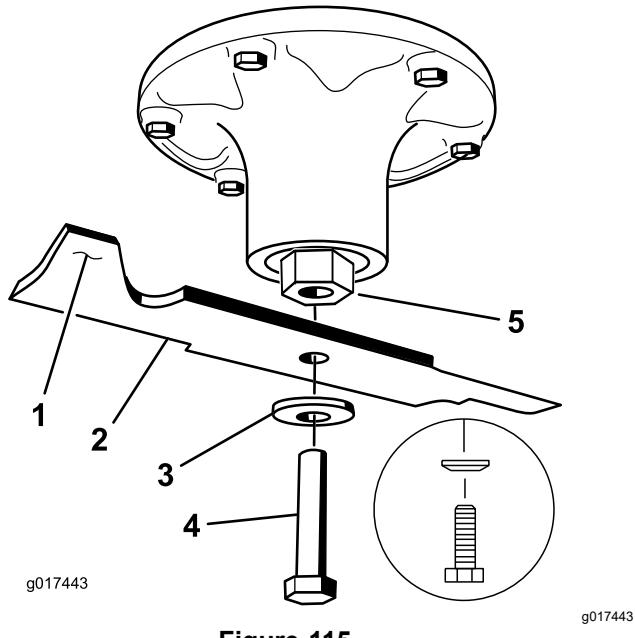

Figure 115
- Enlevez des axes des lames gauche et centrale, le boulon de lame, la rondelle bombée et la lame (Figure 115).
- Reposez sur les axes, les lames gauche et centrale, les rondelles bombées et les boulons de lame (Figure 115 et Figure 116).
- Remarque:** Orientez le cône de la rondelle bombée vers la tête du boulon (Figure 115).
- Posez sur l'axe, la lame droite, la rondelle bombée et le boulon (fileté à gauche) (Figure 115 et Figure 116).